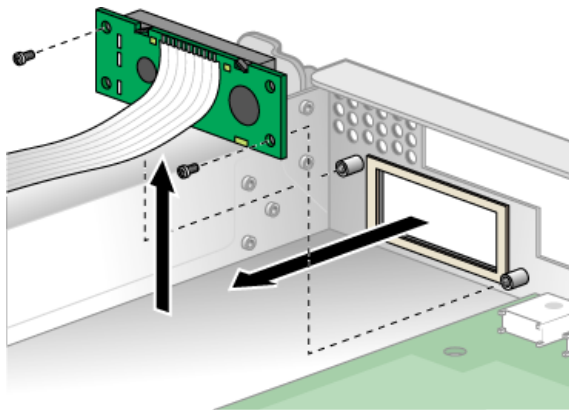

図 3-16 LCD の取り外し
3. LCD を正面パネルに固定している 2 本のねじを外します (図 3-16 を参照)。